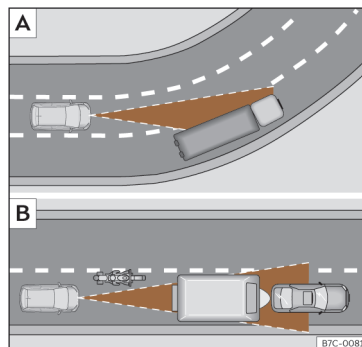

Fig. 157 [A] Veículo numa curva. [B] Motociclo que circula à frente, fora do raio de alcance do sensor de radar.
O ACC poderia não detetar em curva o veículo precedente ou poderia regular a distância com veículos que se encontram noutras faixas >>> **Fig. 157** [A].
- Veículos que circulem desalinhados ou fora da zona de deteção do sensor, por exemplo, motociclos >>> **Fig. 157** [B].